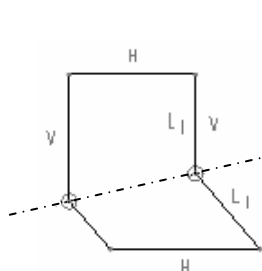

图 4.13.7 添加有用的约束
Step2. 添加有用的约束。单击在 **约束** 区域中的 **=** 按钮, 然后在图 4.13.6 所示的图形中依次单击线段 1 和线段 2。完成操作后, 图形如图 4.13.7 所示。